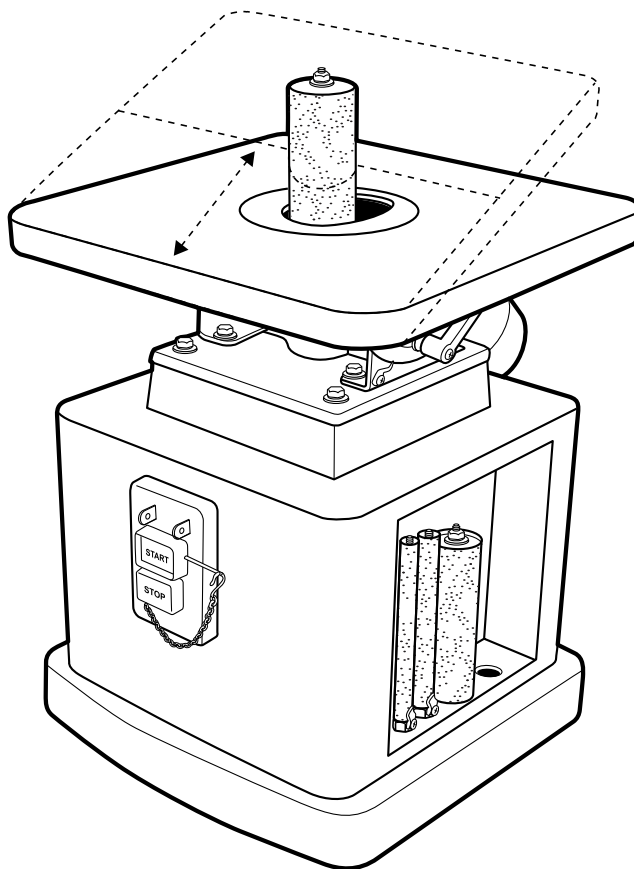

FIGURE 9
- Tenez la pièce fermement et travaillez en adoptant une position debout stable. Quand la table est entièrement horizontale (90°), vous pouvez poncer sur n'importe quelle partie de la table. Quand la table est inclinée, assurez-vous que la pièce est positionnée sur la moitié supérieure de la table. Voir Figure 9.